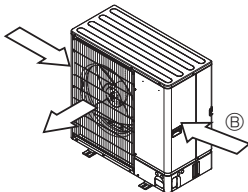

Fig. 2-6
- ③ Sijoita yksikkö siten, että ulos tuleva ilma virtaa kohtisuoraan vuodenajalle tyypillisen tuulensuunnan suhteen, mikäli vain mahdollista. (Fig. 2-6)
- ④ Tuulen suunta